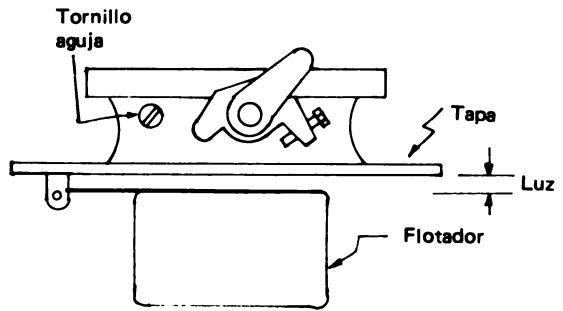

Fig. 17. Luz entre flotador y la tapa del carburador.
- 14) Levante con la mano el flotador hasta que cierre en su asiento la válvula de aguja y mida la luz entre la parte superior del flotador y la tapa del carburador (Fig. 17) y compárela con lo recomendado para ese tipo de carburador. Si se encuentra que la medida no corresponde, sujete bien la placa base del flotador y dóblela hacia arriba o hacia abajo, según convenga, hasta obtener la luz recomendada en el manual. En esta forma quedará garantizado el nivel de gasolina en la cuba del carburador.